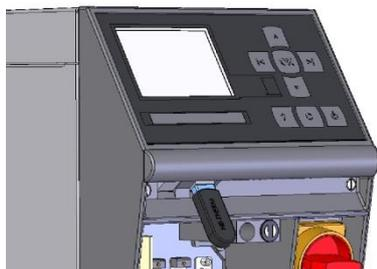

Fig. 15: Connecter le support de données USB
2. Connecter le support de données USB (Fig. 15).